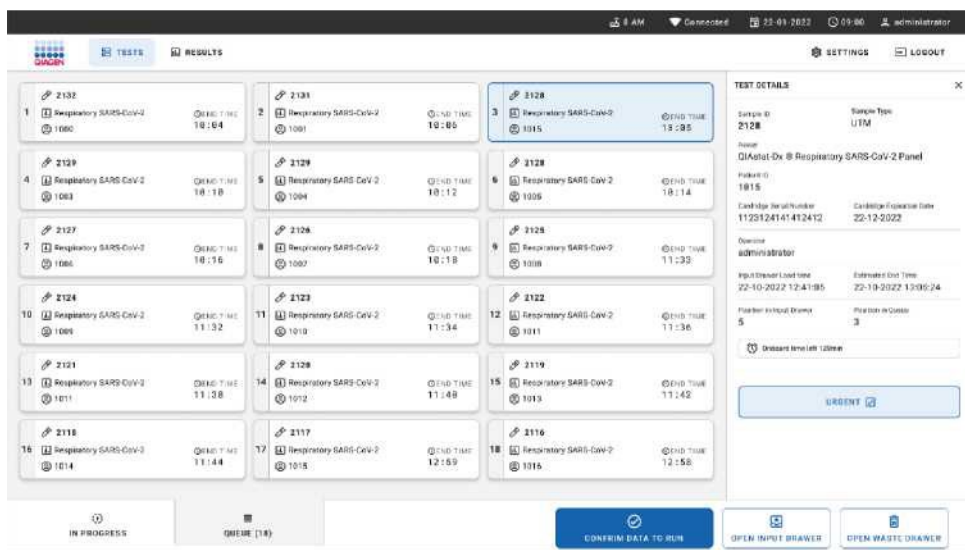

Рис. 63. Экран очереди образцов с выбранным анализом, показывающий дополнительную информацию.
Если вы выбираете тест на сенсорном экране, дополнительная информация отображается в разделе экрана «**TEST DETAILS (сведения о тесте)**» (рис. 63).
14. Нажмите кнопку «**CONFIRM DATA TO RUN (подтверждение данных для запуска)**» в нижней части экрана, когда все отображаемые данные верны (рис. 63). после этого от оператора требуется окончательное подтверждение запуска тестов (рис. 65).